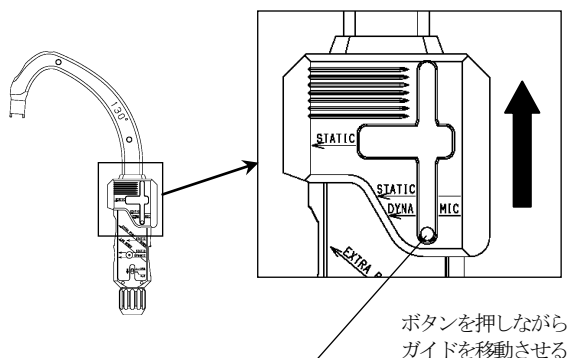

図4
- 4) セクタガイドを取り外す場合は、ターゲットデバイス前面 (左側の場合) の小さいボタン (ストッパー) をドライバー先等で押しながら移動させて下さい。 (図4)